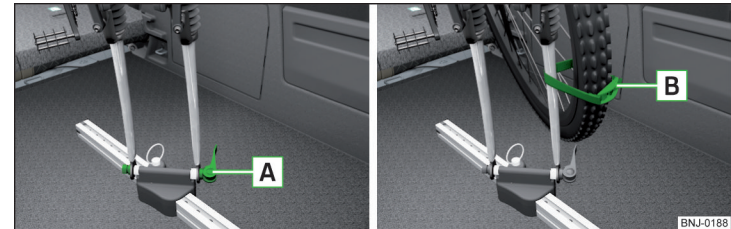

Fig. 121 Introducerea furcii din față a bicicletei în suport/exemplu de fixare a roții față
- ▶ Desprindeți elementul de fixare rapidă **A** » fig. 121 de pe suport și reglați corespunzător lățimea furcii roții bicicletei.
- ▶ Fixați roata din față cu centura **B** pe furca din față » fig. 121 sau pe cadrul bicicletei.